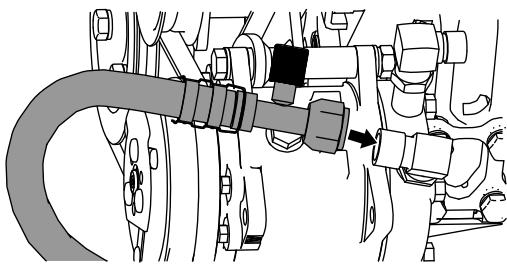

图44
1. 将驾驶室装置的空调低压软管（7/8 英寸）连接至直角接头（7/8 英寸），如图44 所示。